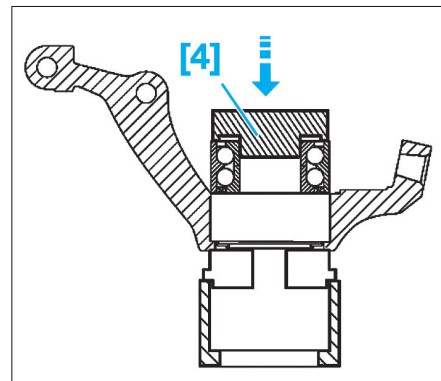

FIG. 16
- [4]. Tube de 80 mm pour la repose du roulement (Fig.16).
• Reposer le roulement neuf en prenant appui sur la bague extérieure avec l'outil [4] de diamètre extérieur 75 mm (Fig.16).